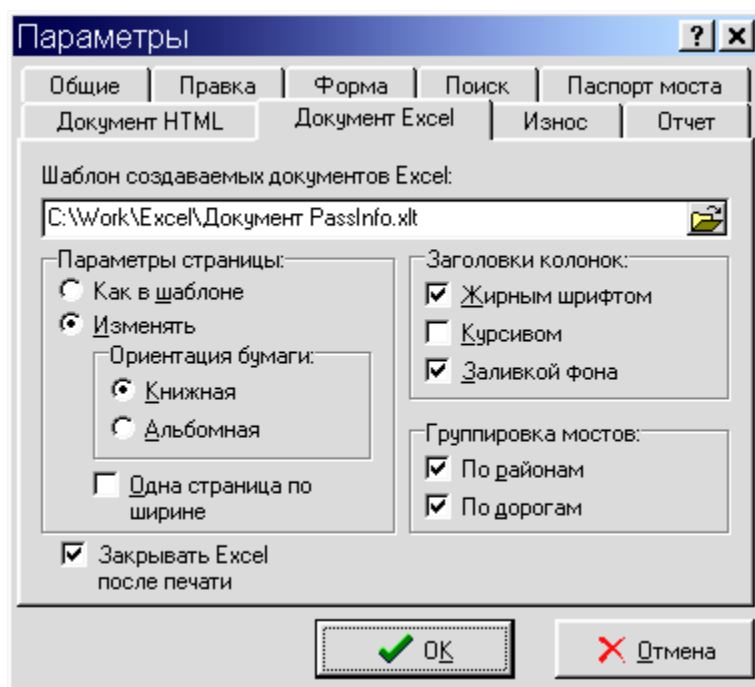

Рис. 19. Параметры создания документов Excel
- ✧ Чтобы вызвать окно с параметрами создания документов Excel, показанное на рис. 19, нажмите кнопку [Дополнительно...].
Для изменения процесса создания документов Excel используются параметры, расположенные на вкладке “Документ Excel” диалогового окна “Параметры”, показанного на рис. 19.